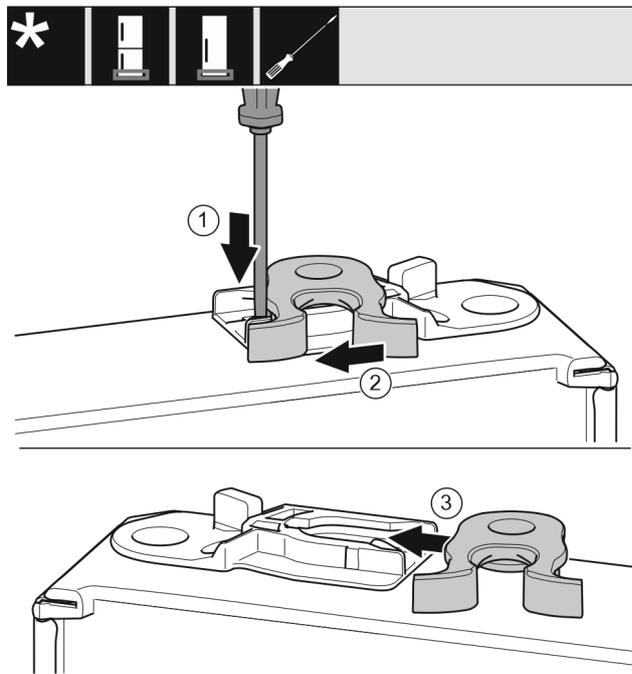

Fig. 16
- Presionar hacia abajo la lengüeta con el destornillador. Fig. 16 (1)
- Extraer el gancho de cierre de la guía. Fig. 16 (2)
- Introducir el gancho de cierre en el otro lado de la guía. Fig. 16 (3)